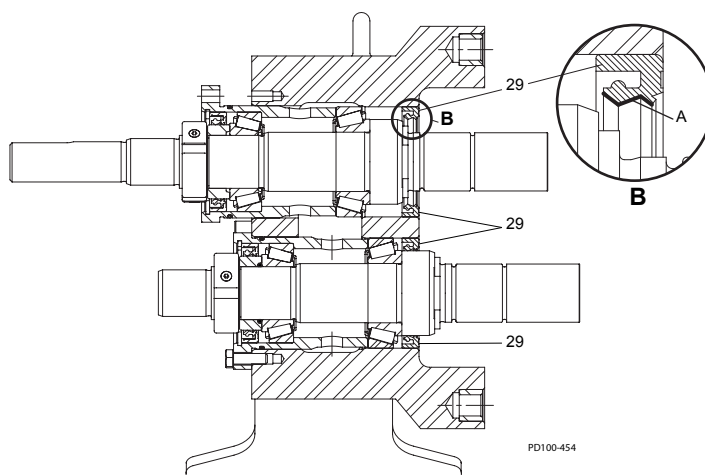
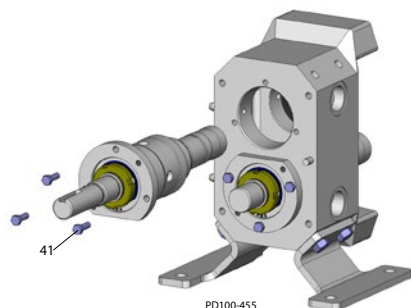

Figura 48 - Aplicare lubrifianului pentru rulment
Figura 49 - Securizați cu capace filetate
1. Vedeți Figura 48. Aplicați un strat de unsoare a rulmentului pe diametrul interior (articolul A) al muchiilor sigiliilor (articol 29).
- Montați ansamblul axului în cutia de viteze și asigurați-l cu șuruburi filetate (Figura 49, articol 41). Aplicați o peliculă ușoară de unsoare de rulment, pe găuri și pe garnituri pentru a ușura instalarea. Aveți grijă pentru a preveni deteriorarea muchiei sigiliilor (Figura 48, articol 29) în timpul asamblării.